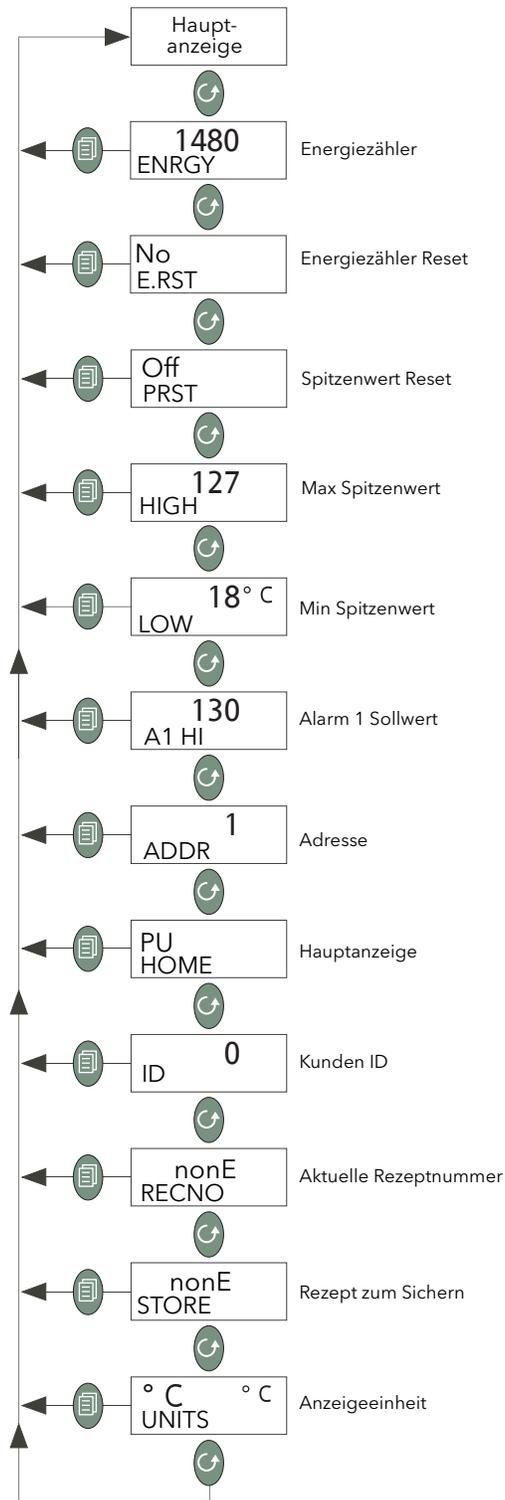

Abbildung A5.3.2 Ebene 2 Parameter
1. Betätigen Sie in der Ebene 2 Parameterliste (Abbildung A5.3.2) die Parameter Taste, bis „STORE“ erscheint.
1. Betätigen Sie in der Ebene 2 Parameterliste (Abbildung A5.3.2) die Parameter Taste, bis „RECNO“ erscheint, zusammen mit der Nummer des zuletzt gewählten Rezepts (1 bis 5).